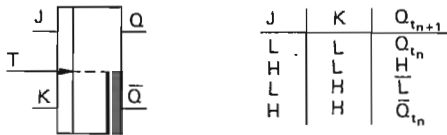

Fig. 6/74 - Flip-flop JK con pilotaggio a fronte di discesa HL e preparazione con segnale H.
Il flip-flop impiegato nella Fig. 6/74 viene triggerato con il fronte di discesa del segnale T (HL) ed ogni volta preparato con segnali H.